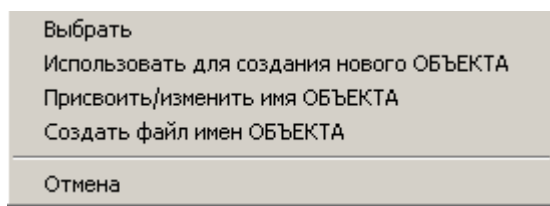

Рисунок 68 – Меню опций
5.2.9.4 В левой части таблицы есть поле Comment, в которое можно ввести информацию об объекте. Для этого, на требуемой строке, нажать правой кнопкой манипулятора «мышь» и, из появившегося меню, выбрать опцию «Присвоить/изменить имя объекта» (рисунок 68). При этом открывается модальная форма для ввода информации об объекте, вид которой приведен на рисунке 69.